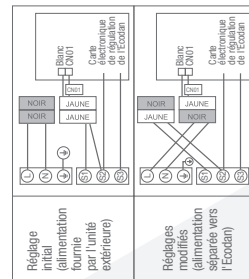

fig. 1
**Si utilisation du module hydraulique en générateur "tout électrique" pendant les travaux (ex: séchage de dalle) : basculer le micro-interrupteur SW6-3 du groupe sur ON, raccorder uniquement S2-S3 et modifier connexion (voir fig.1)